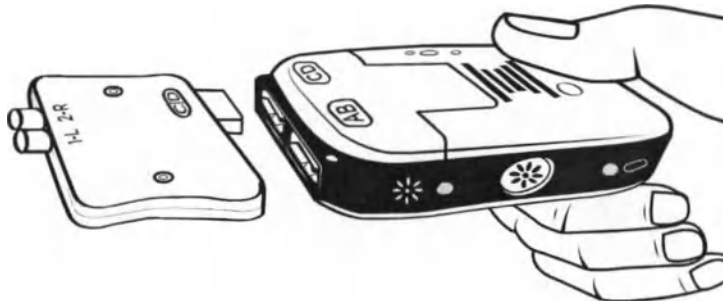

Рисунок 15. Подключение адаптера НТС к НТС 3
3. Подключите адаптер НТС к порту НТС 3 с меткой CD (Рисунок 15).